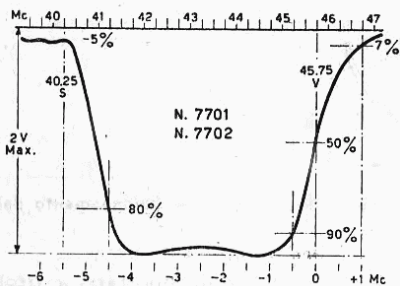

Fig. 15 - Fac simile della curva di risposta delle sezioni a FI N. 7701 e N. 7702 (nei televisori GTV 1044 e GTV 1045).
- 3) la curva di risposta finale deve risultare come indica la fig. 15;